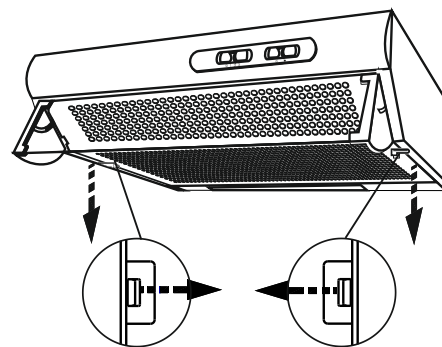

рис. 4
- откройте решетку сместив зажимы по направлению стрелок (рис.4);
- снимите решетку с фильтром (рис. 4);
- откройте решетку (рис.4);